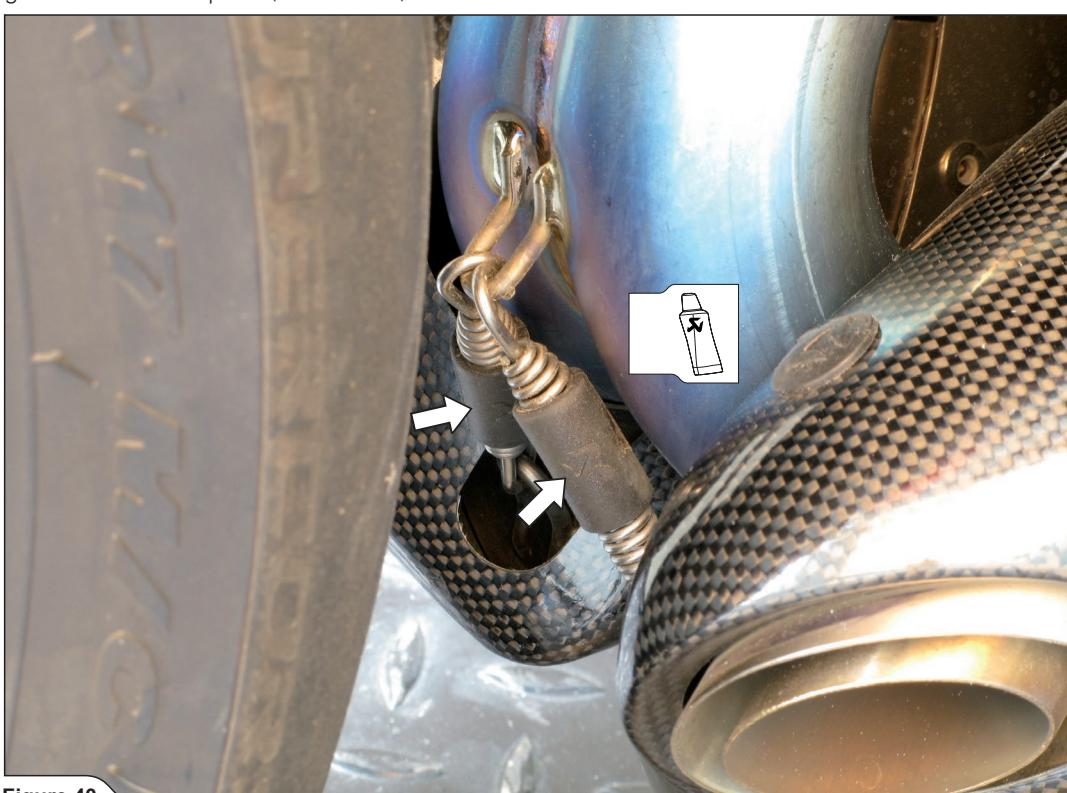

Figure 40
- サイレンサーをマニホールド出口にスライドさせます。サイレンサー ブラケットのボルトを手で締め付け、スプリングを取り付けます (図 40)。